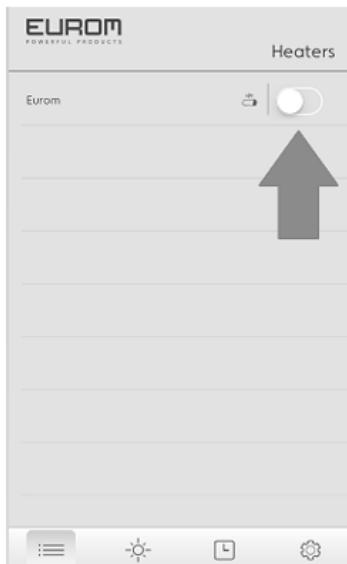

Figure 2
- Voor inschakeling van het apparaat schuift het balkje naar rechts (Fig. 2)